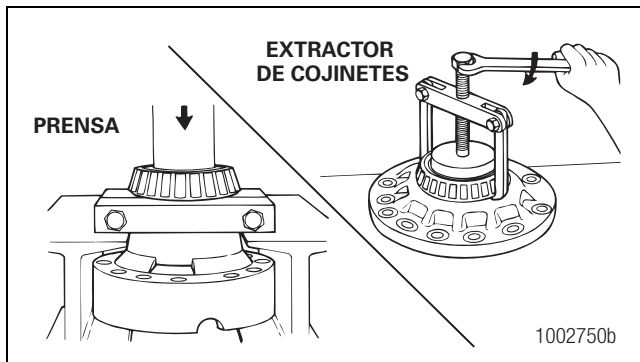

Figura 3.21
- Si es necesario cambiar los cojinetes del diferencial, utilice un extractor de cojinetes o una prensa para desmontar los rodillos cónicos del cojinete de las mitades de la caja. Figura 3.21.